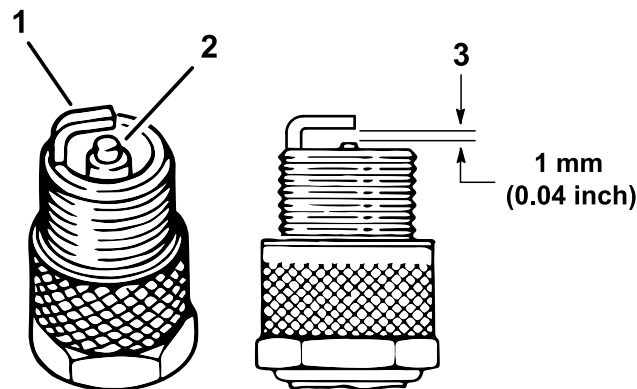

Figure 36
4. Vérifiez l'état des électrodes latérale et centrale, ainsi que de l'isolateur de l'électrode centrale (Figure 36).
5. Réglez l'écartement entre les électrodes centrale et latérale à 1 mm (0,04 po), comme montré à la Figure 36.